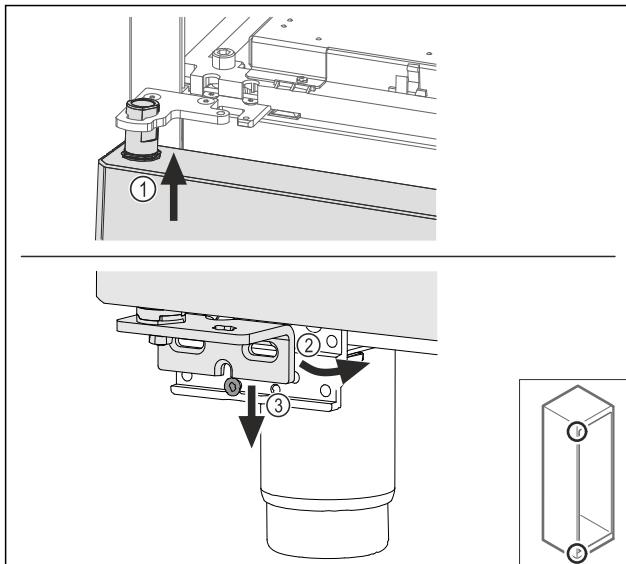

Fig. 68
- Šiek tiek pavertę duris, išstatykite jas viršuje Fig. 68 (1), išlygiuokite tiesiai Fig. 68 (2) ir užmaukite ant atraminės gembės varžto Fig. 68 (3).